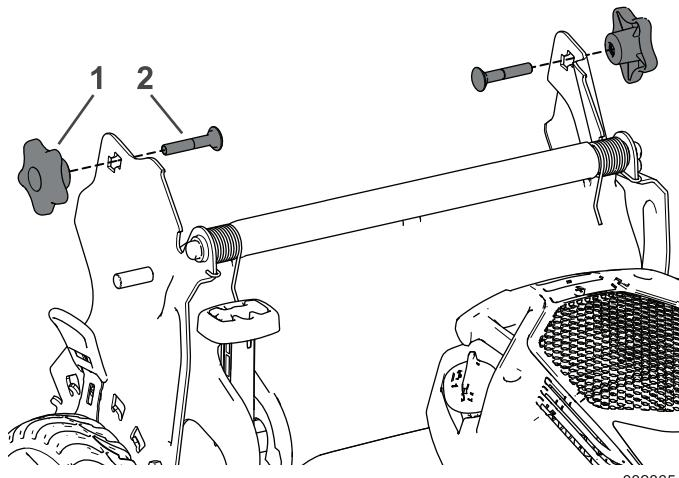

Figure 3
- Retirez et conservez les 2 boutons et les 2 boulons de carrosserie du support du guidon (Figure 3).